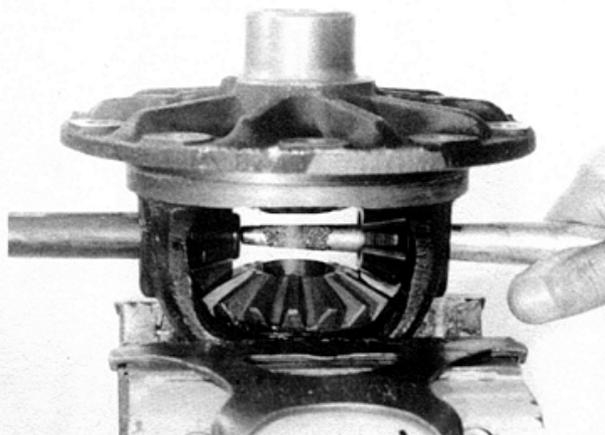

Fig. 17 - Remoção do eixo do pinhão.
– Remover o eixo das engrenagens satélites com o pino mostrado (Fig. 17).